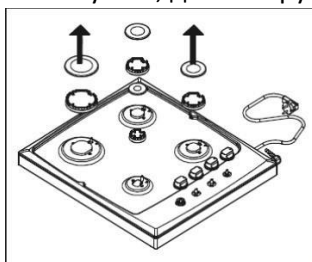

Рис.14.
Для газовых клапанов, снабженных регулировочным винтом на корпусе клапана (рис.14):
- Снимите крышку варочной панели и адаптер (рис.14)